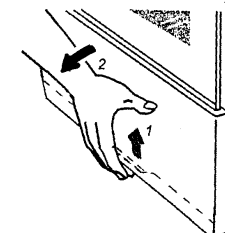

Рис. 9
7.5.1 Чтобы открыть дверку её нужно приподнять вверх, удерживая за специально выполненную выдávку снизу и наклонить на себя (рис. 9).